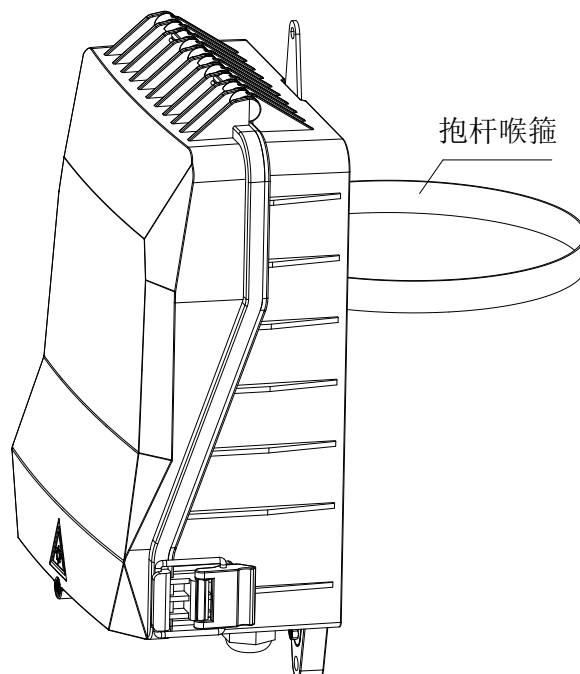

图 10
⑪ 挂壁安装：用三颗膨胀螺钉，从挂壁固定孔内把光纤配线终端盒固定在墙壁上即可。见图 10